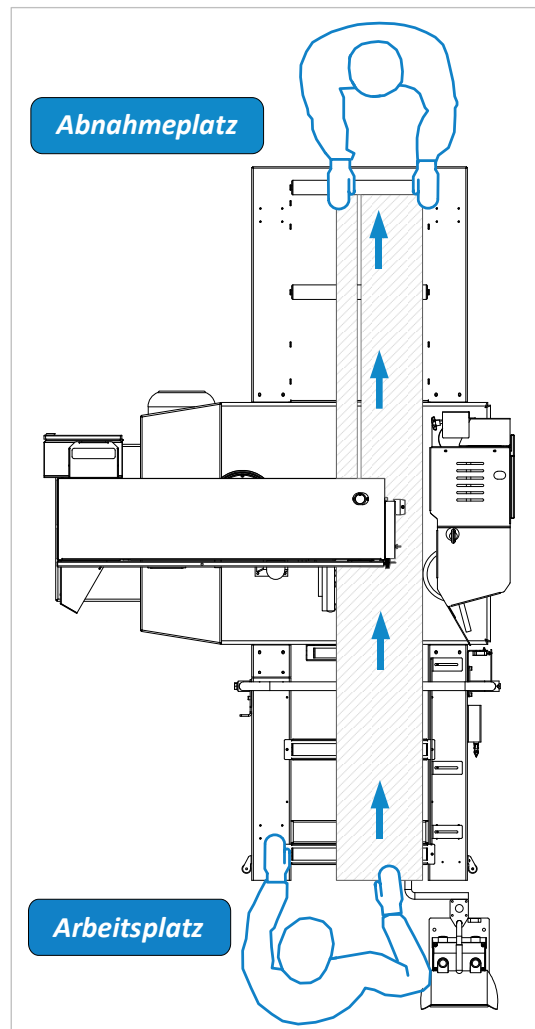

Abbildung 14: Arbeitspositionen an der Trennbandsäge
- Wählen Sie einen geeigneten Aufstellungsort für die Maschine und berücksichtigen Sie die in der ⇒ Abbildung 14 dargestellten Arbeitspositionen.
- Die Trennbandsägemaschine ist grundsätzlich von der als „**Arbeitsplatz**“ bezeichneten Position (siehe ⇒ Abbildung 14 unten) zu bedienen.
- Eine weitere Arbeitsposition ist am Abgaberollen-tisch zur Abnahme der Werkstücke für eine ergänzende Hilfsperson vorgesehen. Er ist als „**Abnahmeplatz**“ (siehe ⇒ Abbildung 14 oben) bezeichnet und bei bestimmungsgemäßer Verwendung nicht zwingend erforderlich.